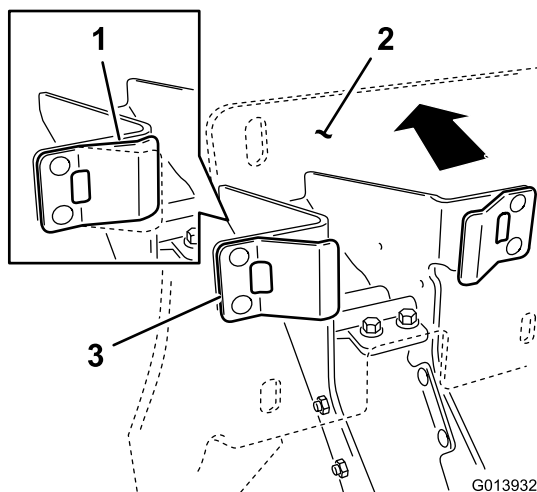

图 19
- 确保塑料挡块与弹簧凸耳接触对托架的背板总成施加足够的压力以将弹簧凸耳压缩到中间图 19。